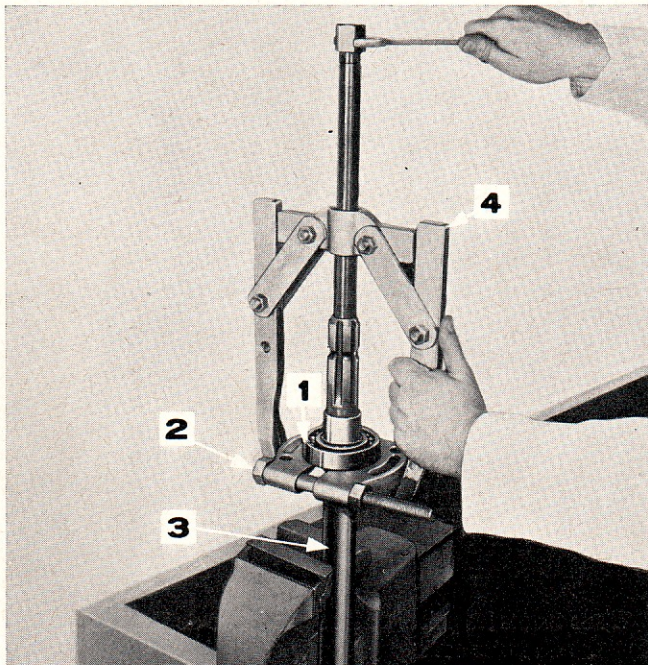

Figure 1: Dépose et pose du roulement d'arbre de prise de force
9. A l'aide des outils N° 1003 et 951, arracher de l'arbre le roulement et, sur Ford 2000 et 3000, arracher également le collier (Figure 1).
2. Emmancher à la presse le roulement à billes par l'avant de l'arbre à l'aide des outils N° 951 et 1003, jusqu'à ce qu'il touche le collier (ou le frein dans le Ford 4000), (Figure 1), puis monter un frein de positionnement neuf.
3. A l'aide d'un adaptateur à épaulement (630), monter un arrêt d'huile neuf dans le couvercle de roulement de prise de force.